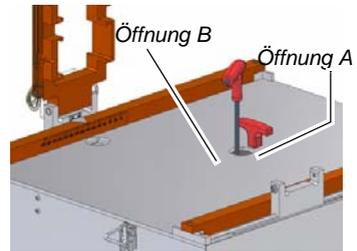

Abbildung 12. Stecken Sie den T-Schlüssel in Öffnung A, lösen Sie mit Sechskantschlüssel die Bolzen in B
5. Stecken Sie den T-Schlüssel in die Öffnung A und belassen ihn dort (Abbildung 12). Dies hält den Werkzeugträger in Position.